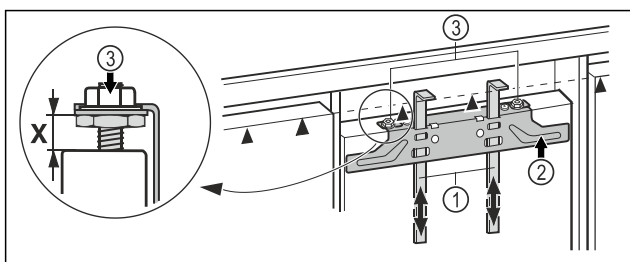

Fig. 44
- ▶ Podignite montažna pomagala Fig. 44 (1) na visinu vrata namještaja. Donji rub graničnika ▲ montažnog pomagala = gornji rub montiranih vrata namještaja.
- ▶ Odvrnite pričvrtnu poprečnu letvicu Fig. 44 (2) s pomoću protumatica Fig. 44 (3).